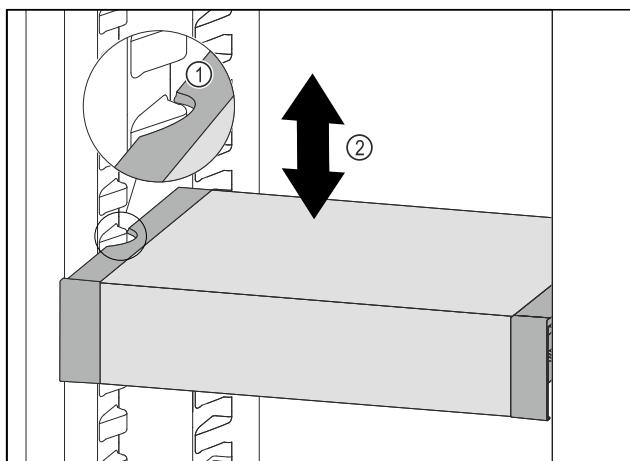

Fig. 35
- Потягнути VarioSafe вперед, поки бокові заглиблення VarioSafe не опиняться на рівні ребра для резервуара в охолоджувальному відділенні. Fig. 35 (1)
- Пересувайте VarioSafe вгору або вниз в охолоджувальному відділенні до тих пір, поки не досягнете бажаної висоти. Fig. 35 (2)